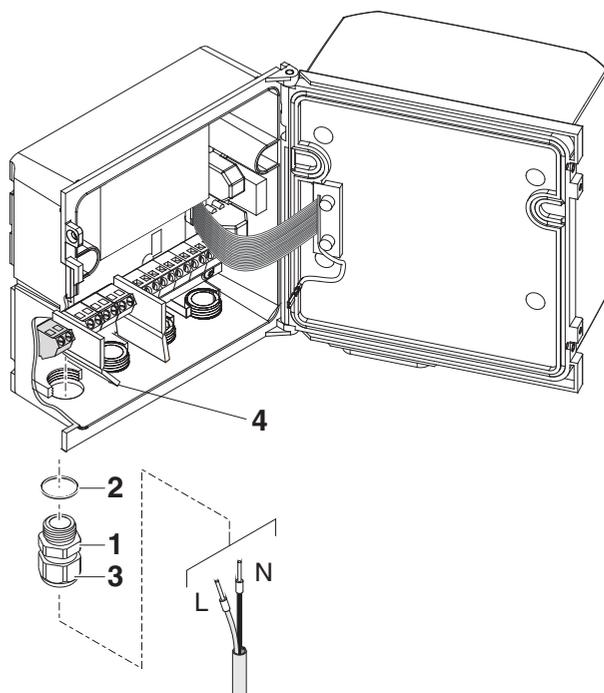

Fig. 3-18 Inserimento delle linee
- 2 Avvitare il pressacavo (pos. 1 nella Fig. 3-18) con la guarnizione di tenuta (pos. 2) nell'involucro sotto i relativi collegamenti.
- 3 Allentare l'anello di accoppiamento (pos. 3).
- 6 Stringere l'anello di accoppiamento (pos. 3).